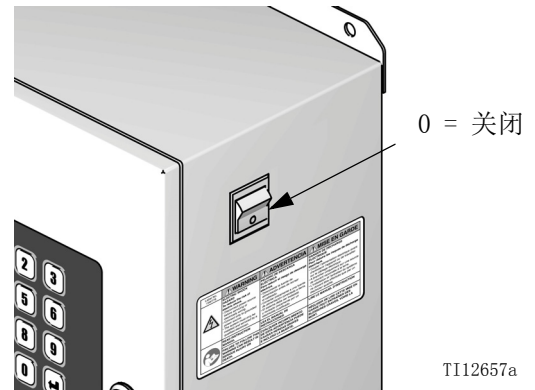

图 14: 关机
3. 关断 ProMix 2KS 的电源（0 位置）。图 14.